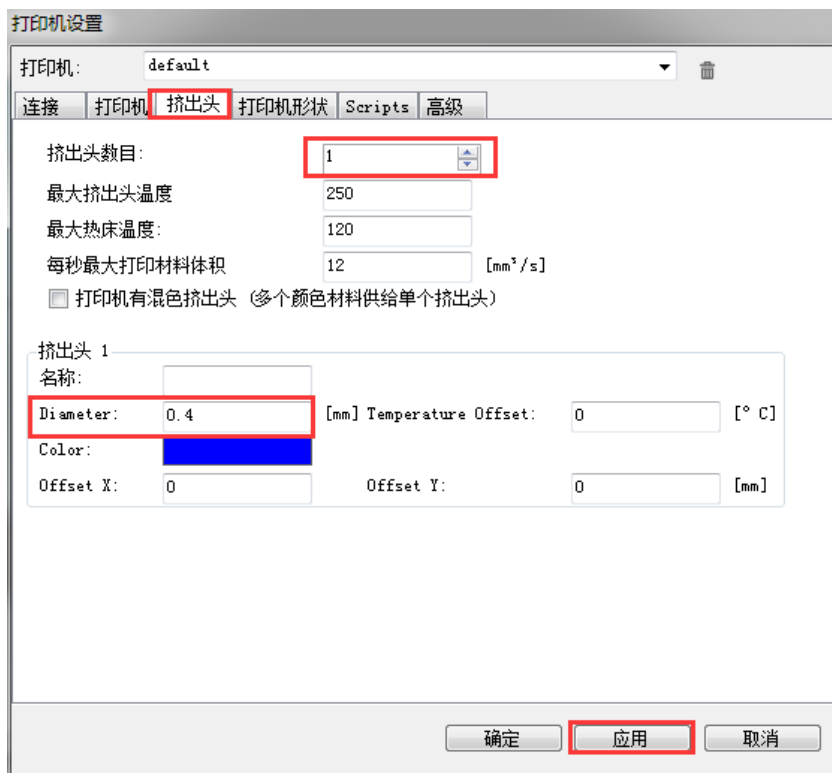

图 5.111 挤出头设置
5. 在“挤出头”页签按图 5.111 红框所示设置参数，其余保持默认值即可，并单击“应用”。